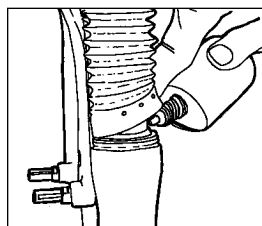

Fig. 4
- Extraiga los fuelles de los tubos inferiores, y limpie con un paño el área de la junta de estanqueidad Resi-wiper y el tubo superior. Aplique 2 ó 3 gotas de aceite reforzado con teflón en la junta de estanqueidad Resi-wiper de los tubos superiores. (Consulte la Fig. 4.)